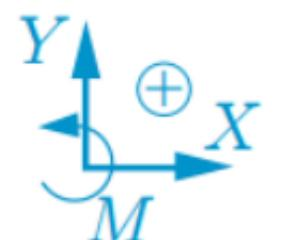

Figura 3
- Allora, scelto A come polo dei momenti e adottata la convenzione sui segni illustrata in *Figura 3*, il problema statico assume la forma